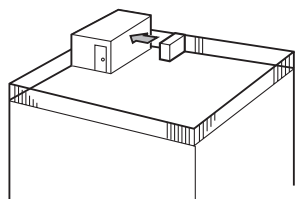

Fig. 2-4
- (1) Positionner la sortie d'air vers le mur le plus proche et à environ 50 cm de celui-ci. (Fig. 2-4)